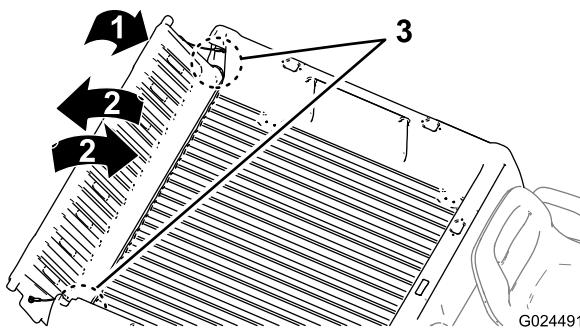

Figura 21
2. Ruotate la sponda posteriore in posizione di circa 45° (Figura 21).
3. Agitate con un movimento rapido per ruotare la sponda posteriore avanti e indietro più volte (Figura 21).